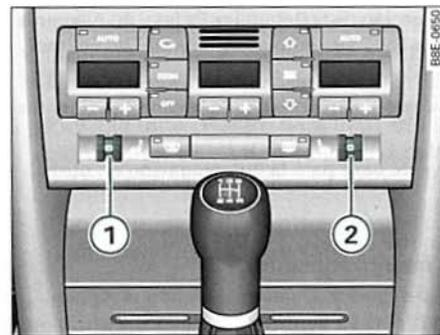

Fig. 135 Detalle del tablero de instrumentos: Ruedecillas moleteadas para la calefacción del asiento
- Gire la ruedecilla moleteada ① o bien ② ⇒ fig. 135 para activar la calefacción del asiento del conductor o del acompañante, respectivamente, y para regular el nivel de calefacción.